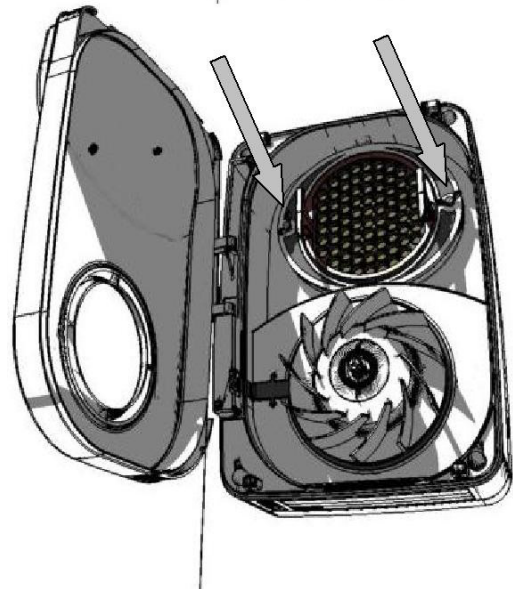

Fig.12
10) Fixez l'échangeur thermique avec la pince de montage à l'aide des vis comme indiqué à la Fig. 12.